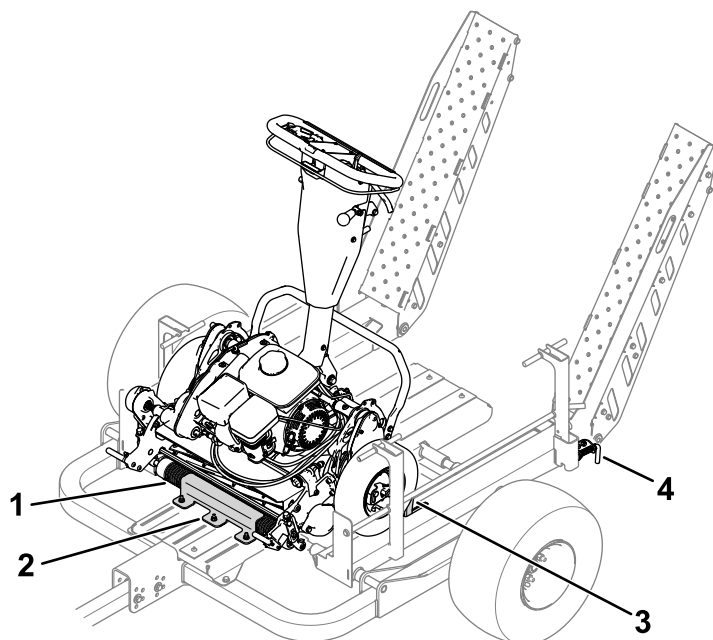

Figura 30
1. Utilize as rampas ou carris planos para conduzir lentamente a máquina para o reboque até que o rolo dianteiro encaixe dentro da montagem do rolo (Figura 30).
4. Levante as rampas e engate os pinos do trinco (Figura 30).